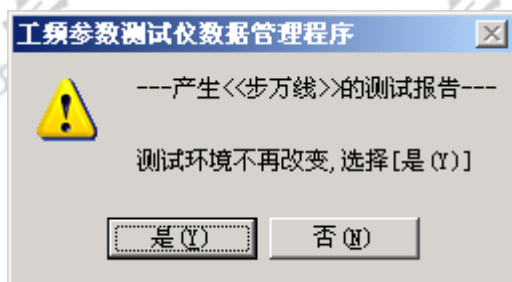

图 4.2.1 基本试验信息确认
- 4、 点击“报告” -> “生成试验项目报告”，弹出如图 4.2.1 所示对话框，用户可以在此修改并完成基本试验信息的录入。